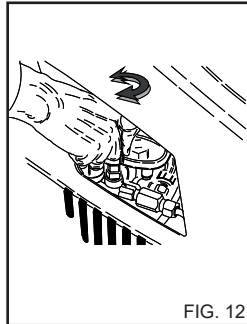

FIG. 12
Dette kapitel behandler kun de modeller som er udstyret med "trykregulerende" anordning. Trykregulatoren, fig. 12, giver brugeren mulighed for at indstille arbejdstrykket. Når knap C drejes mod uret (B) (minimum), nedsættes driftstryk.